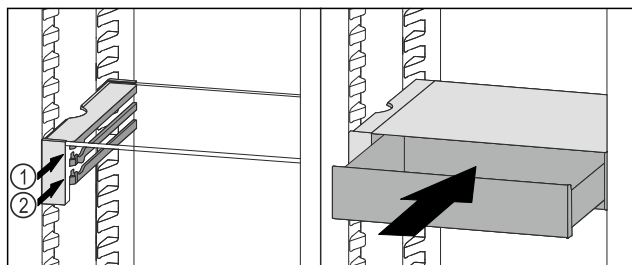

Fig. 116
- 将 VarioSafe 抽屉放置在所需肋梁 Fig. 116 (1) 或 Fig. 116 (2) 上的止动器后面。